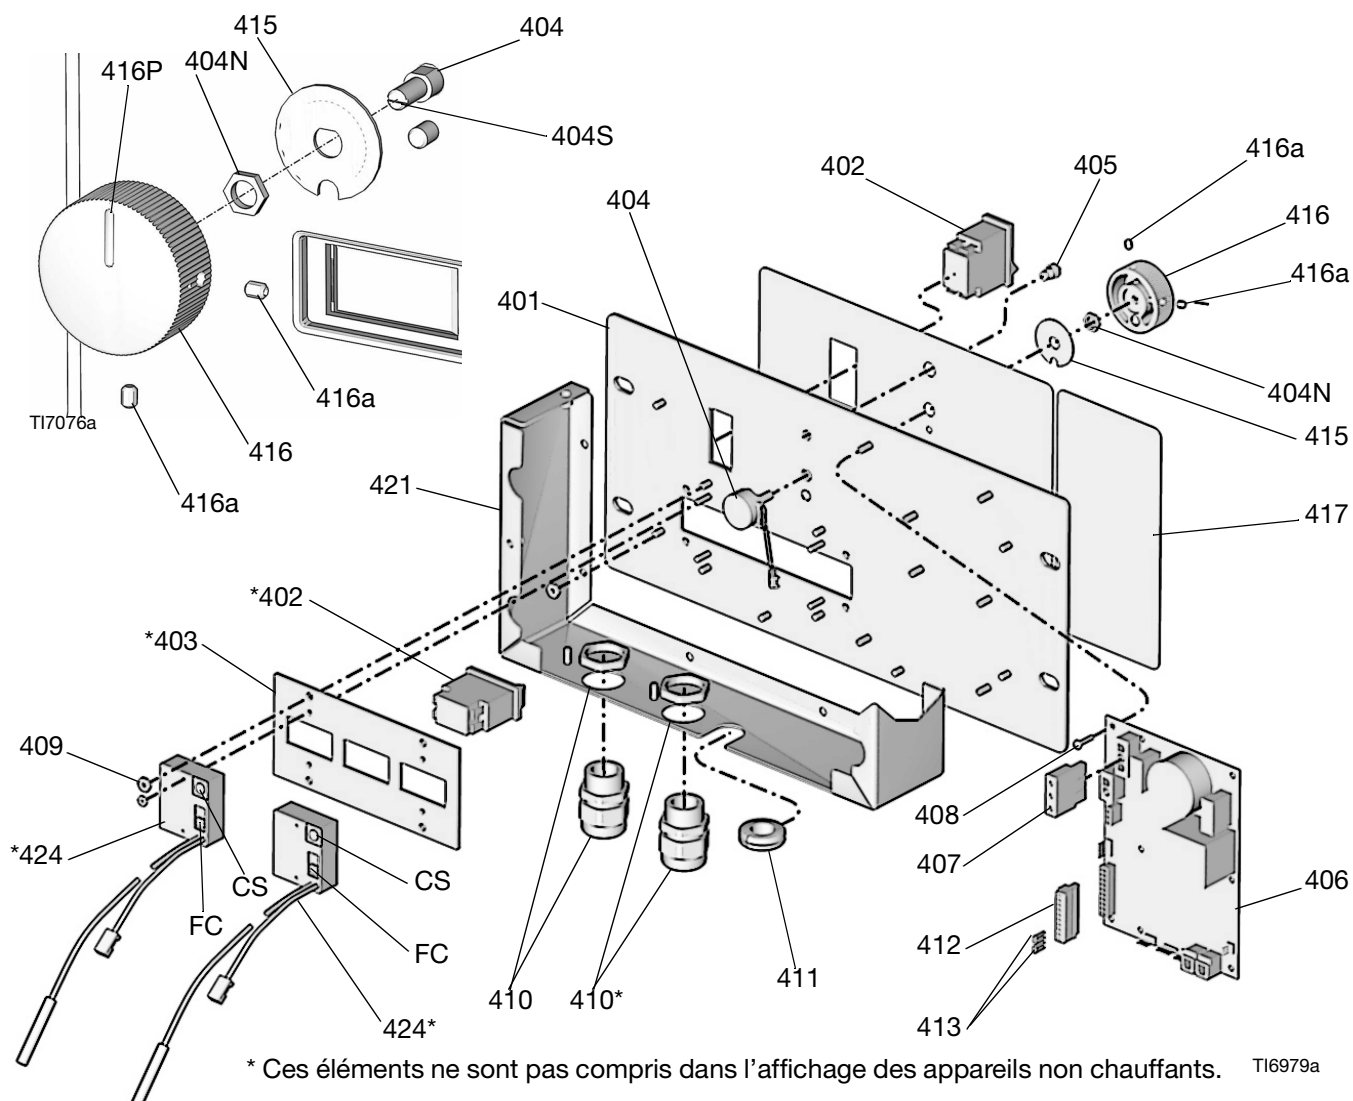
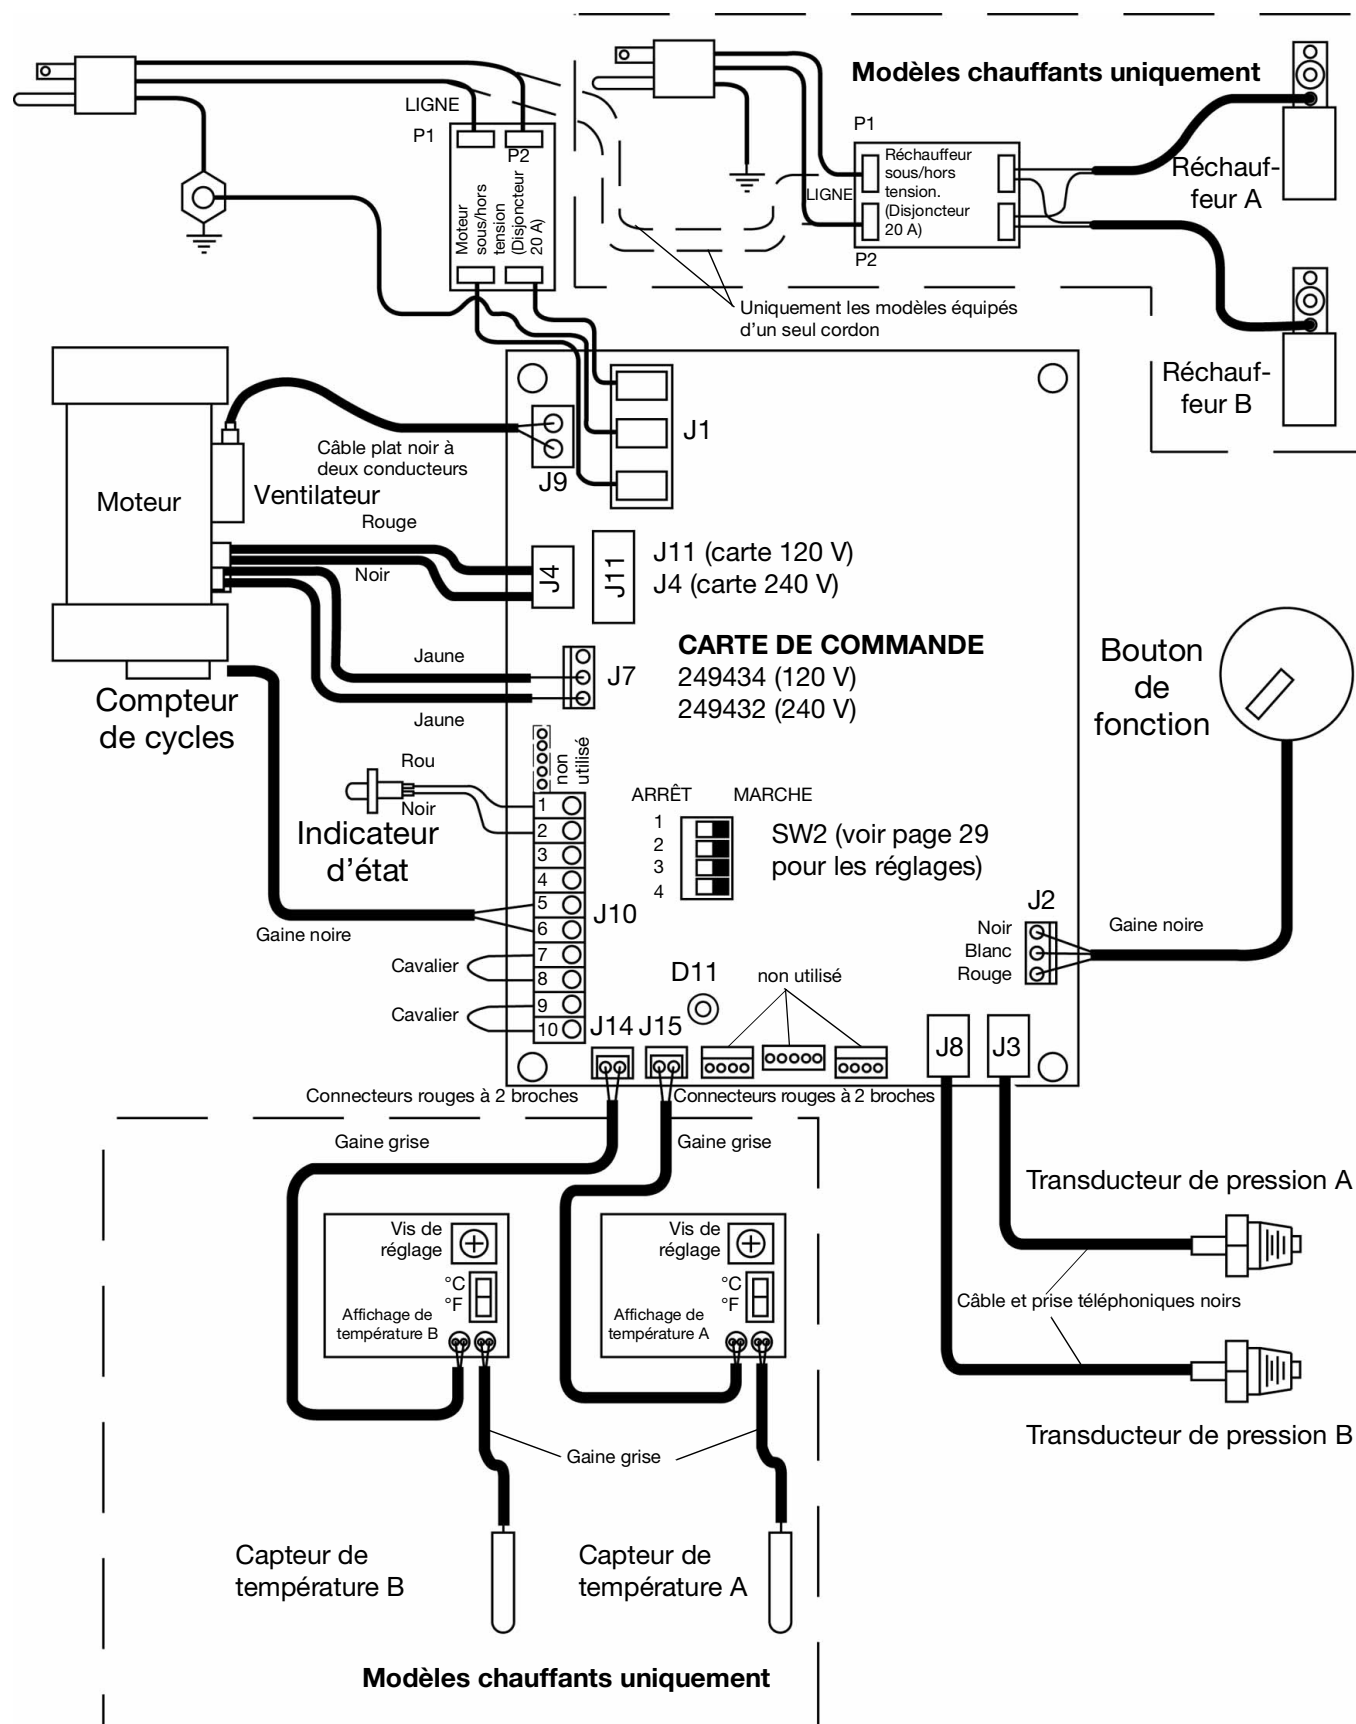

FIG. 13 Module de commande (appareil chauffant illustré)
FIG. 14 Branchements des câblages du module de commande
2. Retirer le couvercle d'accès (39) de l'arrière du module de commande.
3. Voir la FIG. 13, page 39. Localiser le commutateur à glissière (FC) situé sur le bord droit de chaque carte d'affichage de température. L'équipement est livré avec des affichages de température en °F (vers le bas). Pour passer en °C, mettre les deux commutateurs en position haute.
1. Retirer le couvercle d'accès (39) de l'arrière du module de commande.
2. Voir la FIG. 13, page 39. Localiser la vis de réglage (CS) située dans le coin supérieur droit de chaque carte d'affichage de température. Tourner légèrement la vis pour corriger l'affichage de température.
3. Retirer le couvercle d'accès (39) de l'arrière du module de commande.
4. Débrancher les fils du potentiomètre de la borne J2 sur la carte de commande (406). Voir la FIG. 14, page 41.
5. Voir FIG. 13. Retirer les deux vis sans tête (416a) et retirer le bouton de fonction (416) de l'axe du potentiomètre (404).
6. Retirer l'écrou (404N) et le plateau de détente (415).
7. Installer le potentiomètre neuf (404) en suivant l'ordre inverse. Positionner le potentiomètre de façon à ce que la fente (404S) soit horizontale. Positionner le bouton (416) de façon à que le pointeur (416P) soit dirigé vers le haut. Monter le bouton sur l'axe en veillant à ce que la goupille du bouton pénètre dans la fente (404S). Pousser le bouton sur l'axe contre le ressort de compression avant de serrer les vis sans tête (416a).
8. Rebrancher les fils du potentiomètre sur la borne J2 comme illustré à la FIG. 14, page 41.
Il y a une DEL rouge (D11) sur la carte de commande. L'appareil doit être sous tension pour cette vérification. Voir la FIG. 14 pour l'emplacement. Fonction :
Tableau 6 : Connecteurs de carte de commande (voir la FIG. 14)
3. Retirer le couvercle d'accès (39) au dos du module de commande pour permettre l'accès à la carte de commande (406).
4. Débrancher les câbles du transducteur de J3 et J8 sur la carte. Voir la FIG. 14, page 41. Inverser les raccordements A et B et vérifier si le code d'état suit le transducteur défectueux. Voir la section **Codes d'état 3 : Défaillance du transducteur A**, page 30.
9. Brancher le câble du transducteur sur la carte, voir la FIG. 14, page 41.
Si le moteur n'est pas verrouillé par les pompes, il est possible de le tester à l'aide d'une pile de 9 V. Ouvrir les vannes de recirculation, débrancher les bornes J4 ou J11 de la carte de commande, FIG. 14, page 41. Mettre en contact les cavaliers entre la pile et les raccordements du moteur. Le moteur doit tourner doucement et sans à-coups.
- a. Repérer la carte de commande au dos du module de commande, voir la FIG. 14, page 41.
2. **Si la tension est correcte**, le ventilateur est défectueux. Retirer les vis fixant le ventilateur à la protection (206). Installer le nouveau ventilateur en suivant l'ordre inverse des opérations.
3. **Si la tension n'est pas correcte** : vérifier le raccordement du câble de ventilateur au niveau du connecteur J9 de la carte de commande ; voir FIG. 14, page 41.